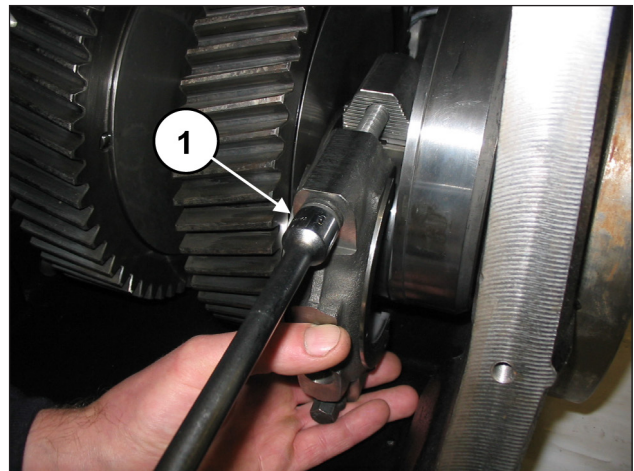

Fig. 83
Fixer les chapeaux sur les demi-bielles à l'aide des vis M12x1,25x87 (rep. ①, Fig. 83).